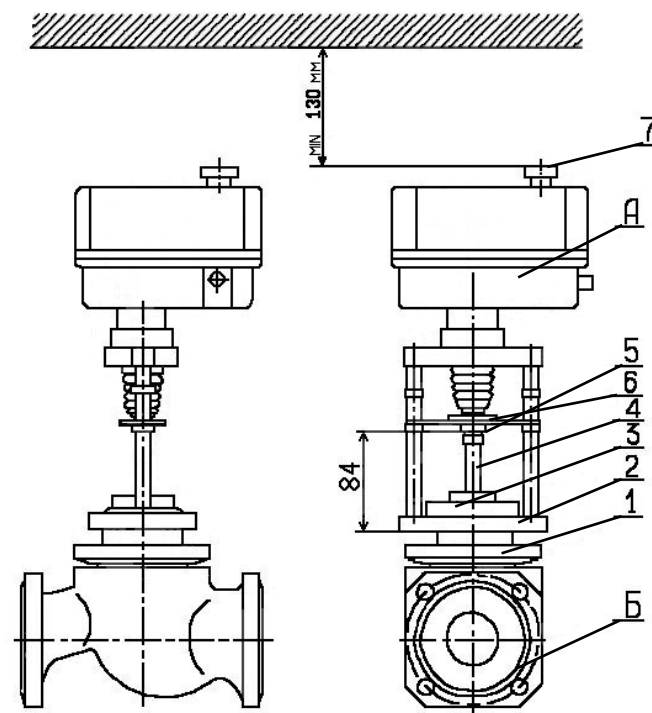

Рисунок 2
Для этого необходимо ручку (7) (см. рисунок 2) нажать, зафиксировать на соответствующем валу и вращать в требуемую сторону.
7.3 Последовательность присоединения к арматуре (см. рисунок 2).